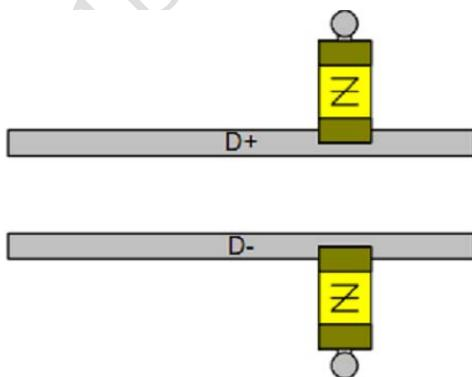
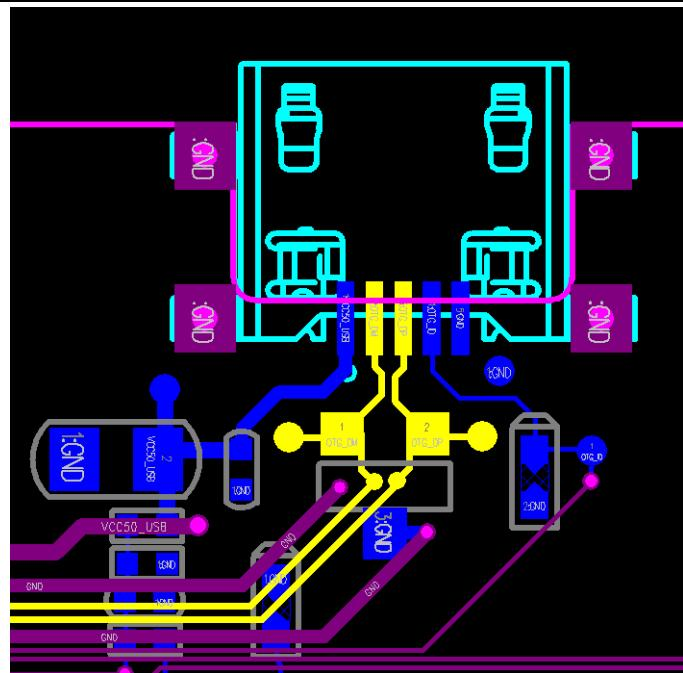

图11-6
图 11-7
- ESD保护器件、共模电感和大电容在布局时应尽可能的靠近USB接口, 如图11-6、图11-7所示;